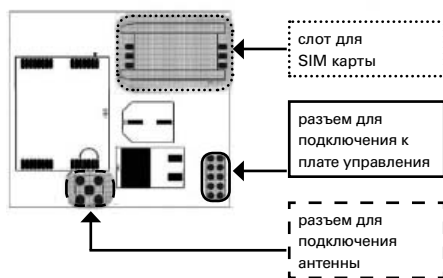

Рис. 1. Вид платы GSM-модуля
2. Установите SIM-карту в слот на GSM-модуле (см. рис. 1).
5. Протяните кабель антенны через отверстие в корпусе котла и подключите кабель к разъему на плате модуля модема (см. рис. 1).